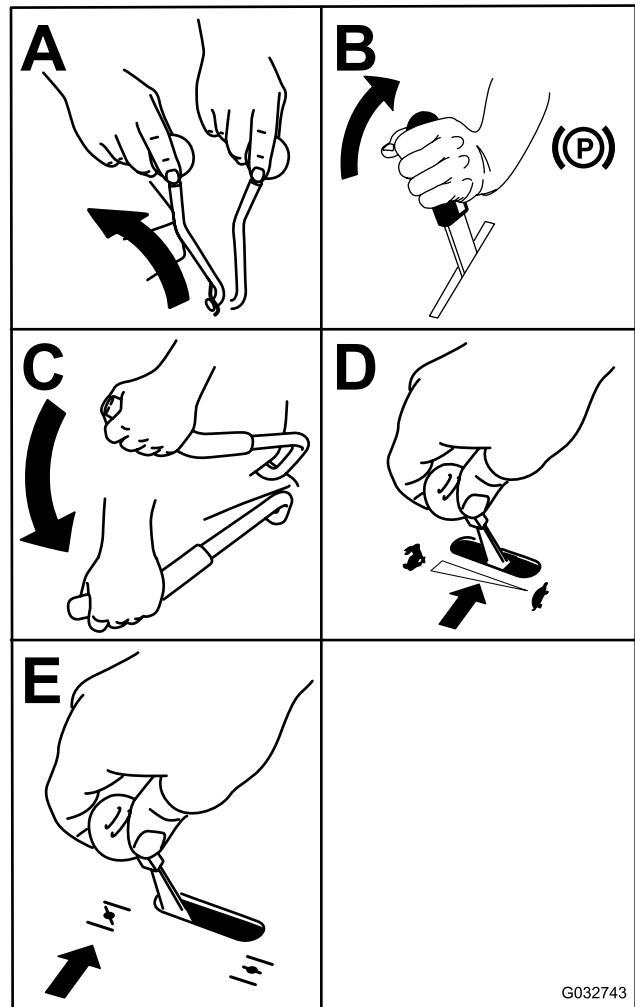

Figura 21
3. Mueva la palanca de la TDF a la posición de DESACTIVADO (Figura 21).
Figura 21 Cuando el motor arranque, suelte la llave.